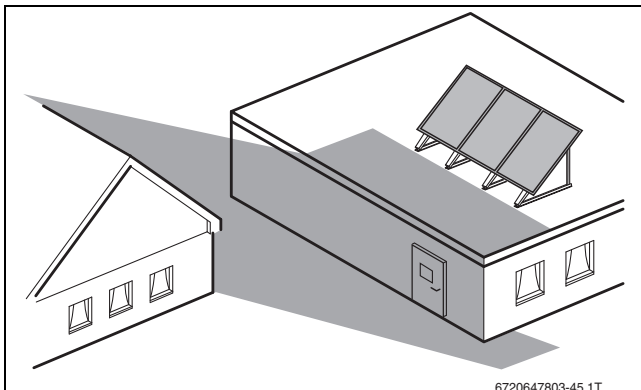

Рис. 11
- Не допускайте затенения (→ рис. 11, 19 и 20).